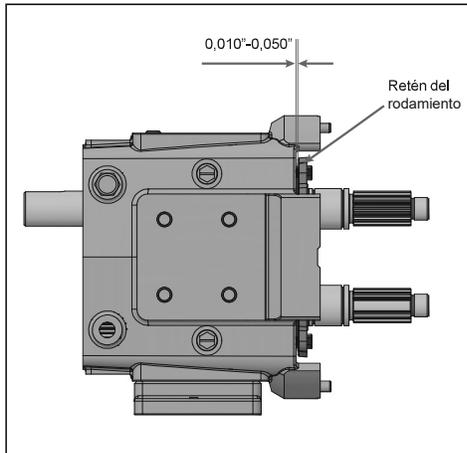

Ilustración 85 - Fijaciones del rodamiento
- El retén del rodamiento debe apoyarse con firmeza contra el rodamiento. Deje un despeje de 0,010 a 0,050 pulgadas (0,25 a 1,25 mm) entre la parte trasera de las fijaciones del rodamiento y el frente de la caja de engranajes (Ilustración 85). Si no se cumple esta separación, coloque arandelas de ajuste entre el rodamiento y el retén.